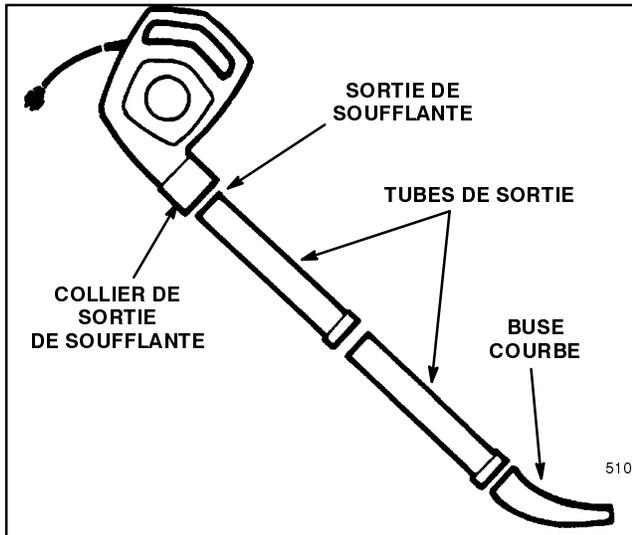

Figure 1
1. Insérer les tubes l'un dans l'autre avec un mouvement rotatif (Fig. 1).
2. Insérer les tubes assemblés dans la sortie de soufflante (Fig. 1).
1. Si l'appareil a précédemment été utilisé en soufflante, retirer les tubes de soufflante (Fig. 1). Ne pas essayer de retirer le collier de sortie.